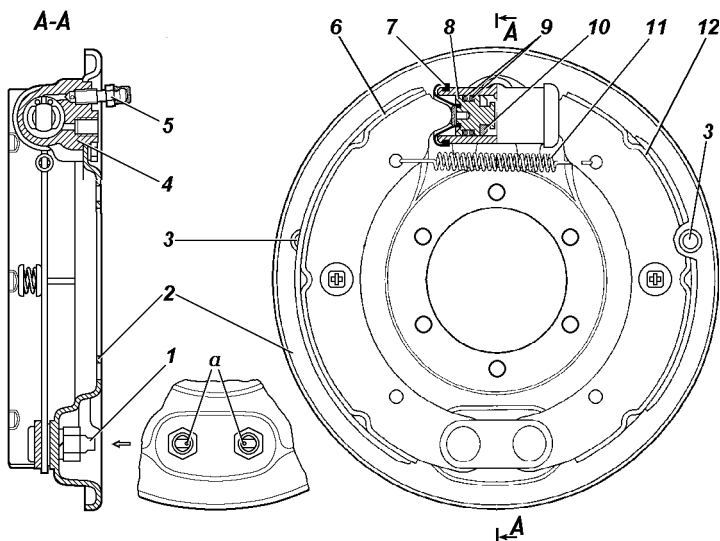

Рис. 9.40. Тормоз заднего колеса:
**Барабанный тормоз задних колес (рис. 9.40).** Периодически снимайте тормозные барабаны и очищайте детали тормозов от пыли и грязи. Периодичность этой операции зависит от условий эксплуатации автомобиля. В летнее время и при езде по грязным дорогам чистка должна проводиться чаще, зимой - реже.